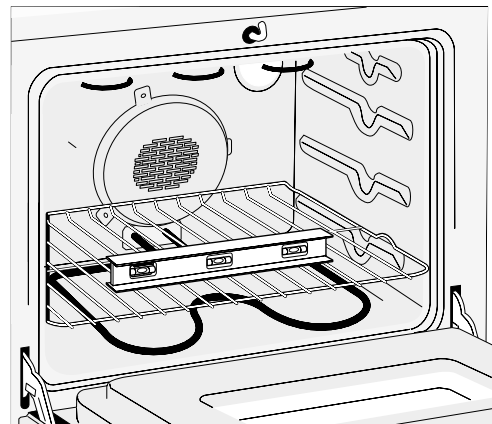

Figure 9
- Nivelez la cuisinière. Le plancher qui supporte la cuisinière doit être de niveau** (reportez-vous à la figure 9).